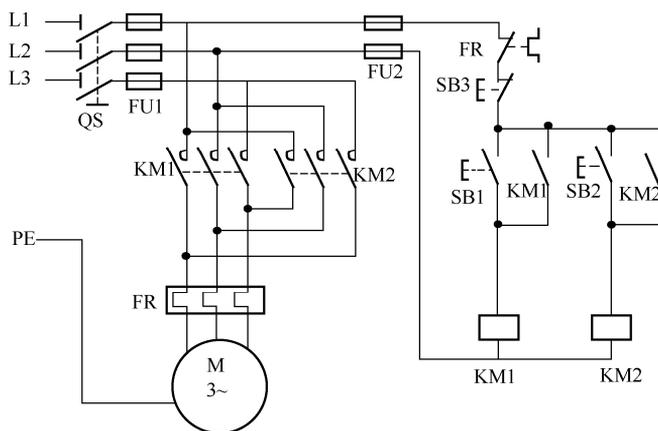

图 2-2 接触器控制正、反转电气控制电路
如图 2-2 所示为接触器控制正、反转电气控制电路原理图，识读电路图，回答以下问题。
(1) 与图 2-2 所示控制电路进行比较, 接触器联锁正反转控制电路增加了什么元件? 作用是什么?
(2) 正确描述本电路的工作原理。
(3) 本电路的不足之处是什么?